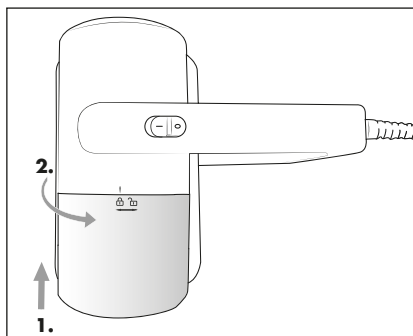

Fig. 9
- 8) Vendosni koshin e pluhurit ④ në pajisje në mënyrë që shenja në pajisje të jetë mbi simbolin  (hapur). Rrotullojeni koshin e pluhurit ④ në drejtim të akrepave të orës derisa shenja në pajisje të jetë mbi simbolin  (e mbyllur) (Fig. 9).